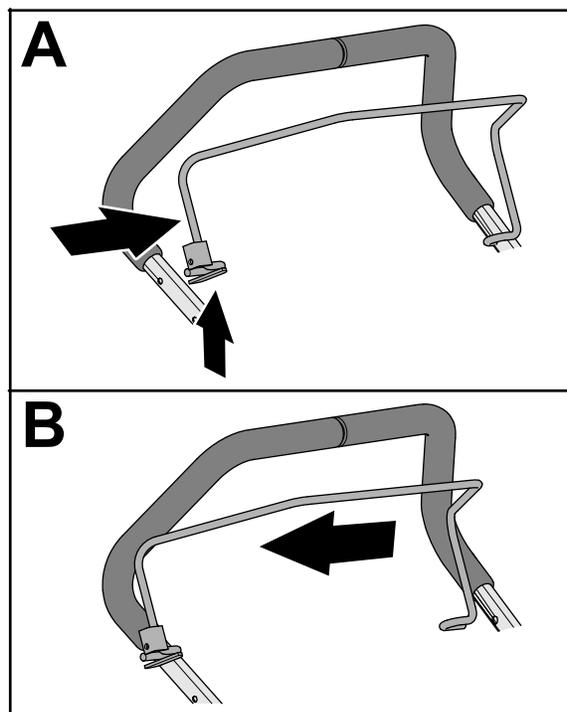

図 10
2. オペレーターベイルと上部ハンドルの取り付け部分でベイルの脚を押し縮めてベイルを上部ハンドルから外す 図 10。